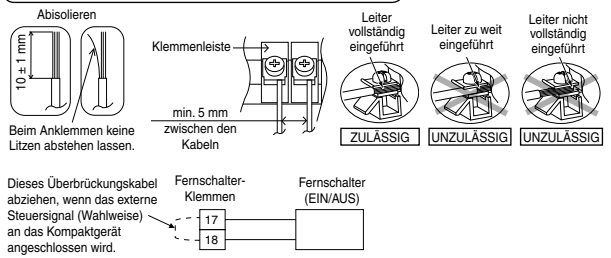

Abbildung 4.2: Anschluss des Fernschalters
9. Als Fernschalter ist ein einpoliger Schalter mit einem Kontaktabstand von min. 3,0 mm zu verwenden (siehe Abbildung 4.2). Dessen Kabel muss ein (2 x min. 0,5 mm²) doppelt isoliertes PVC- oder Polychloropren-ummanteltes Kabel sein.